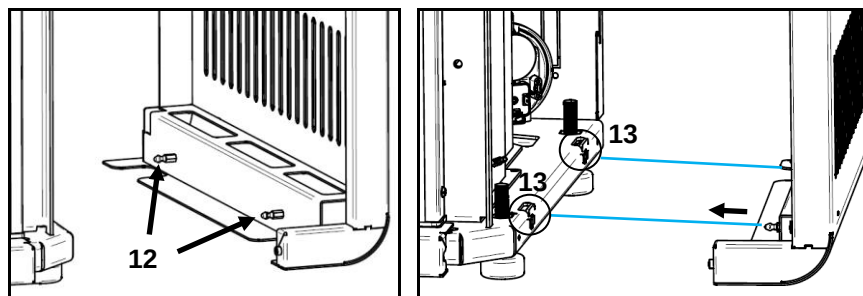

Figura 43 - Fijación de las envolventes Olive
k) A continuación, coloque las envolventes; encajar primero el soporte 10 en las ranuras 11 y luego encajar los pasadores 12 de las cubiertas laterales en los resortes 13 situada en la máquina, como se muestra en la Figura 43.